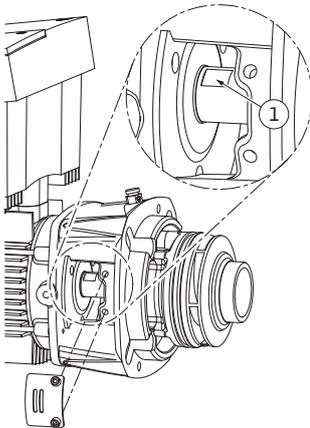

Fig. 54: Superfícies de aperto no veio
15. Introduzir uma chave de bocas com uma abertura ideal de 22 mm na janela da lanterna e fixar o veio nas superfícies de aperto (Fig. 54, pos. 1). Desapertar a porca do impulsor (Fig. 7, pos. 15). O impulsor (Fig. 7, pos. 16) é automaticamente extraído do veio.
24. Durante a montagem do impulsor, introduzir uma chave de bocas com uma abertura ideal de 22 mm na janela da lanterna e fixar o veio nas superfícies de aperto (Fig. 54, pos. 1).